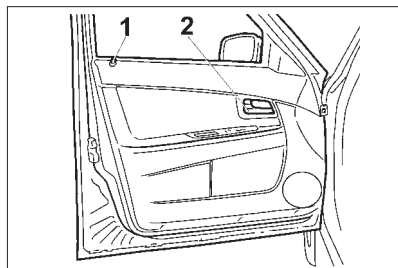

Рис. 6. Передняя левая дверь
кнопку 1 (рис. 6, 7, 8) на обивке двери или на кнопку  в модуле двери водителя (рис. 10). Блокировать замки передних дверей можно только при закрытых дверях.
- изнутри – поворотом на себя рукоятки 2 (рис. 6, 7).